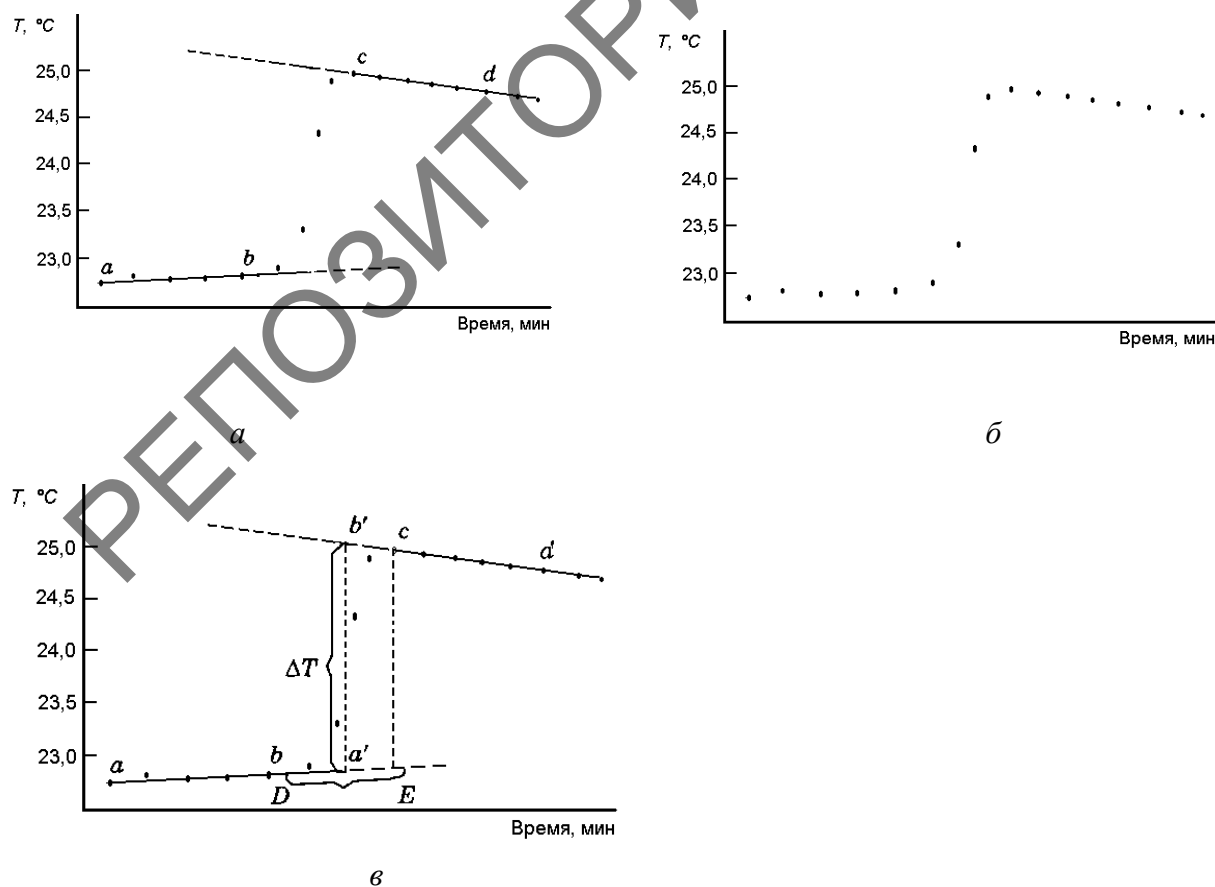

Рис. 5. Вид графической зависимости изменения калориметрического опыта температуры во времени.
При проведении опыта необходимо определить скачок температуры  $\Delta T$  при растворении соли в воде (см. рис. 5).
Графическая зависимость температуры калориметрического опыта во времени показана на рис. 5в. Участок  $ab$  соответствует изменению температуры в начальном периоде,  $cd$  – в конечном; отрезок  $a'b'$  - изменение температуры за счет теплового эффекта исследуемого процесса.
10. Данные таблицы нанесите на график, определите скачок температуры  $\Delta T$  (К). Для этого на график нанесите все точки в соответствии с данными таблицы (рис. 5а). Затем проведите две прямые: одну по точкам
начального периода (до той минуты, когда высыпали вещество в воду, в большинстве случаев это пятая минута); вторую по точкам заключительного периода, т. е. по тем точкам после растворения вещества, когда прекратилось резкое изменение температуры, вызванное растворением вещества (см. рис. 5б).